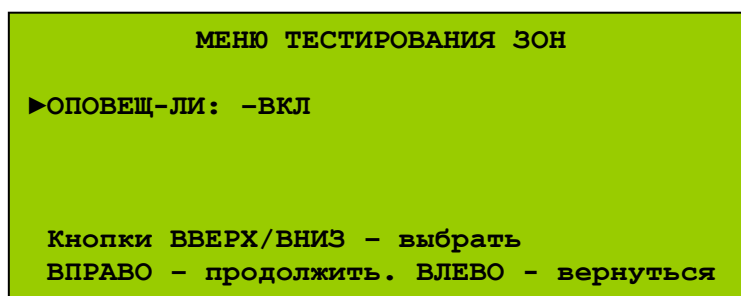

Рис. 88 (Меню настройки работы оповещателей при тестировании зоны)
- 2) В меню УД2 выбрать «Тестирование зон» \ «Тестирование зон» и номер зоны для тестирования. Откроется меню настройки работы оповещателей при тестировании зоны (Рис. 88).